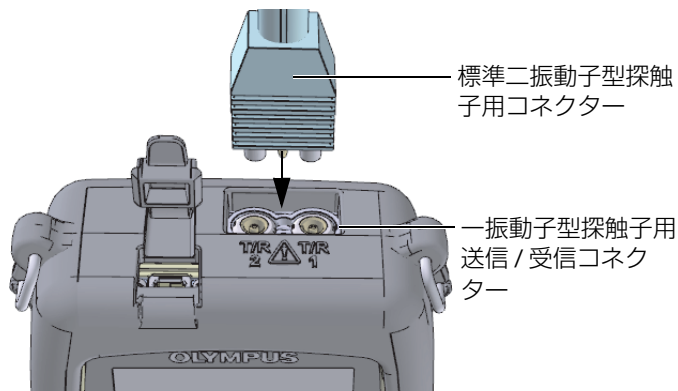

図 5-1 探触子の接続
1. 45MG 本体の上部にある送信 / 受信探触子コネクタに探触子を差し込みます（64 ページの図 5-1 を参照）。一振動子型探触子を使用する場合は、T/R 1 のみを使用します。